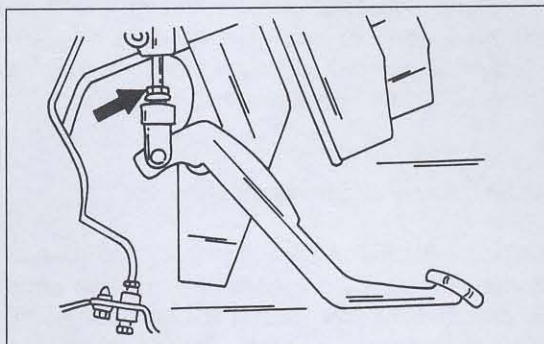

Bild 218
- Die Kontermutter an der Kolbenstange des Kupplungsgeberzylinders in der Nähe des Pedalanschlusses lockern (Bild 218) die Einstellmutter verstellen, bis das angegebene Spiel hergestellt ist. Beim Verstellen der Einstellmutter darf der Stößel nicht in den Kupplungszyylinder geschoben werden.